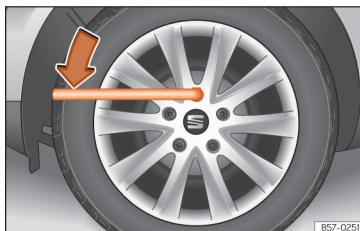

Abb. 77 Rad: Radschrauben lockern.
- Drehen Sie die Radschraube etwa eine Umdrehung nach links »» **Abb. 77** (Pfeil). Um das erforderliche Drehmoment aufzubringen, umgreifen Sie das Ende des Radschlüssels. Lässt sich die Radschraube nicht lockern, drücken Sie vorsichtig mit dem Fuß auf den Radschlüssel. Dabei am Fahrzeug festhalten und auf einen sicheren Stand achten.